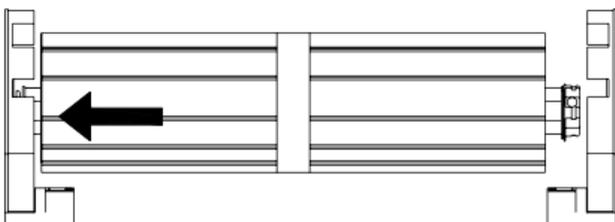

Fig. 14
- Pousser le volet sur le côté du support d'enroulement (Fig. 14)